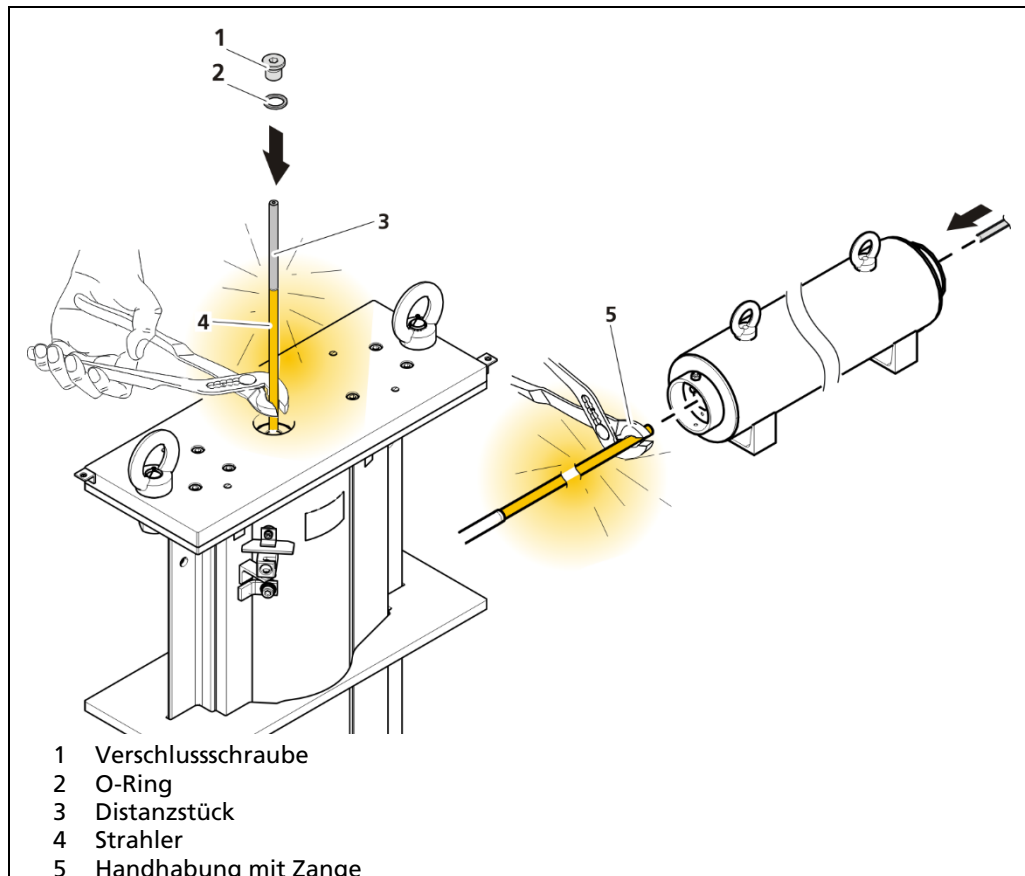

Abb. 15 Strahler in Abschirmung einbauen
6. Greifen Sie das Distanzstück (Abb. 15, Pos.3) und ziehen Sie den Strahler mit der Zange (Abb. 15, Pos.5) aus der Transportabschirmung heraus.
8. Bringen Sie den O-Ring (Abb. 15, Pos.2) an und ziehen Sie die Verschlusschraube (Abb. 15, Pos.1) fest.